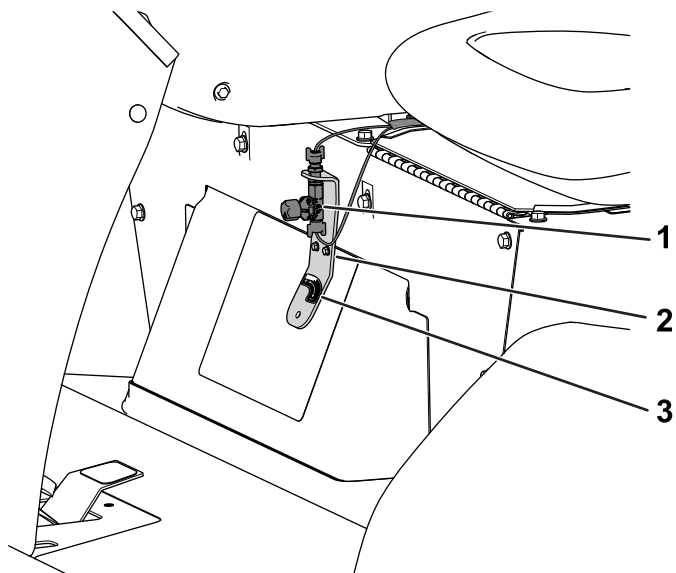
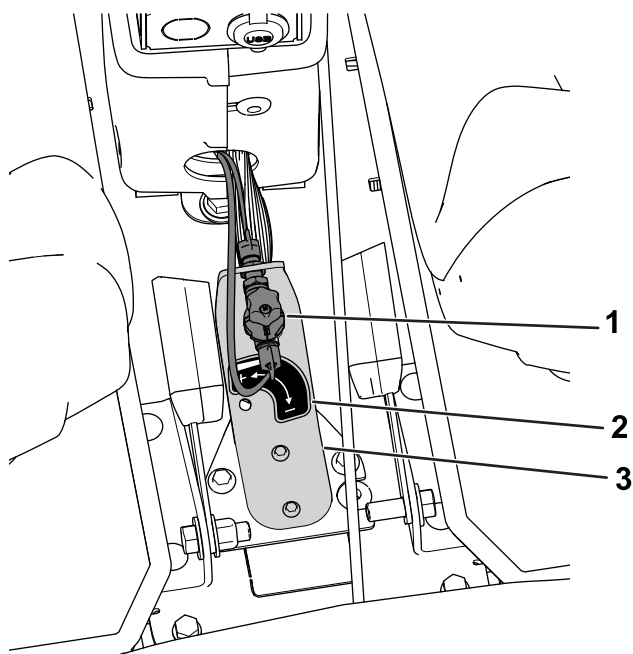

Figura 11
Figura 12
6. Applicate l'adesivo come illustrato nella Figura 11 o nella Figura 12.